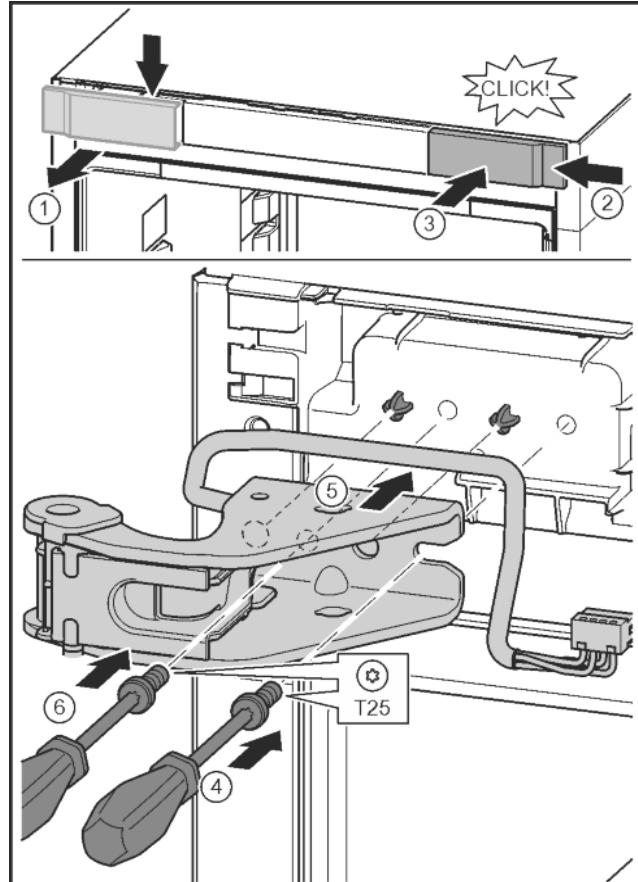

Fig. 27
- ▶ Відпустіть кришку та зніміть збоку. Fig. 27 (1)
- ▶ Почекіть кришку, що повернута на 180°, з іншого боку праворуч. Fig. 27 (2)
- ▶ Зафіксуйте кришку. Fig. 27 (3)
- ▶ Встановіть гвинт за допомогою викрутки T25. Fig. 27 (4)
- ▶ Встановіть верхній опорний кронштейн. Fig. 27 (5)
- ▶ Закрутіть гвинт. Fig. 27 (4)
- ▶ Встановіть та закрутіть гвинт за допомогою викрутки T25. Fig. 27 (6)